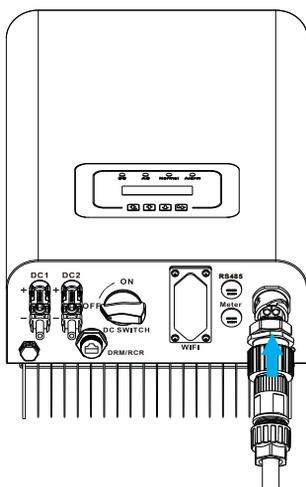

Abb. 5.10 AC-Eingangsanschluss
Schritt 6: Schließen Sie die Klemmen wie in Abbildung 5.10 gezeigt an den Wechselrichter an.